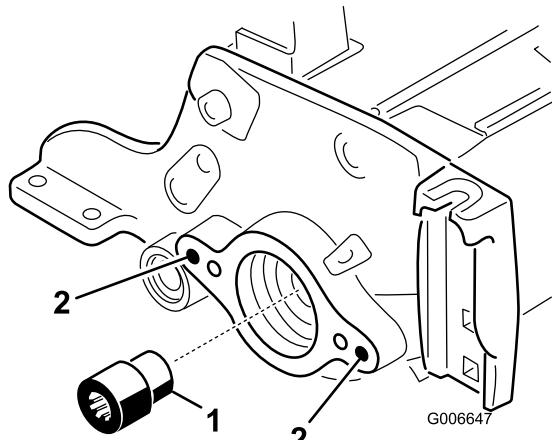

Bild 7
- Nehmen Sie mit dem Werkzeug für die Spindelantriebswelle, Bestellnummer TOR 4074, den Keileinsatz vom Spindelmotorende der Spindelwelle ab (Bild 7). Verwenden Sie das Werkzeug für die Spindelantriebswelle, Bestellnummer TOR4112, für die Modelle 03665 und 03666 und das Werkzeug für die Spindelantriebswelle, Bestellnummer TOR4074, für die Modelle 03685 und 03686. Entfernen Sie alle Schmiermittelrückstände aus dem Gewindeloch, in das der Keileinsatz eingesetzt war.
- Montieren Sie den neuen (längerem) Keilansatz an der Spindelwelle (Bild 7). Schmieren Sie Loctite auf den Einsatz, bevor Sie ihn einbauen. Ziehen Sie auf 115 bis 129 Nm an.
15. Entfernen Sie mit einem 3/8-16 Gewindebohrer die Farbe in den äußeren Befestigungslöchern der linken und rechten Seitenplatte (Bild 7).